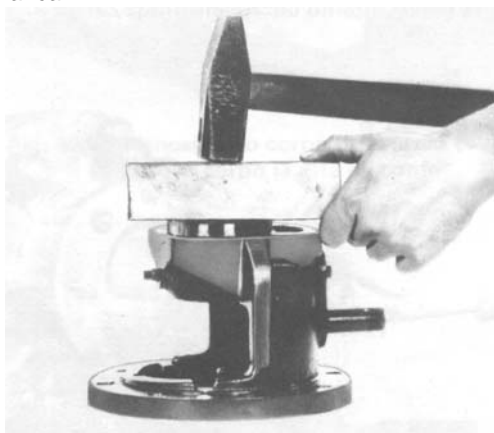

Figura 35 – Montagem do rolamento (322) no corpo de mancal (350)
- Montar o rolamento (322) no corpo de mancal (350) lado sucção usando um pedaço de madeira conforme Figura 35 até onde for possível. Após então bater com um tubo no diâmetro externo do rolamento até se alojar no suporte de mancal.